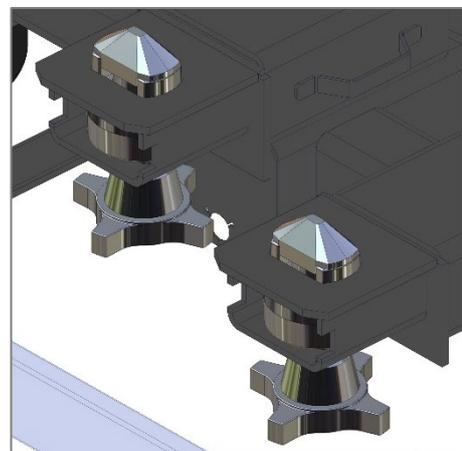

Рис. 44. Положение заднего стопора
- установить задний стопор первого контейнера в положение выдвинуто (рис. 44);